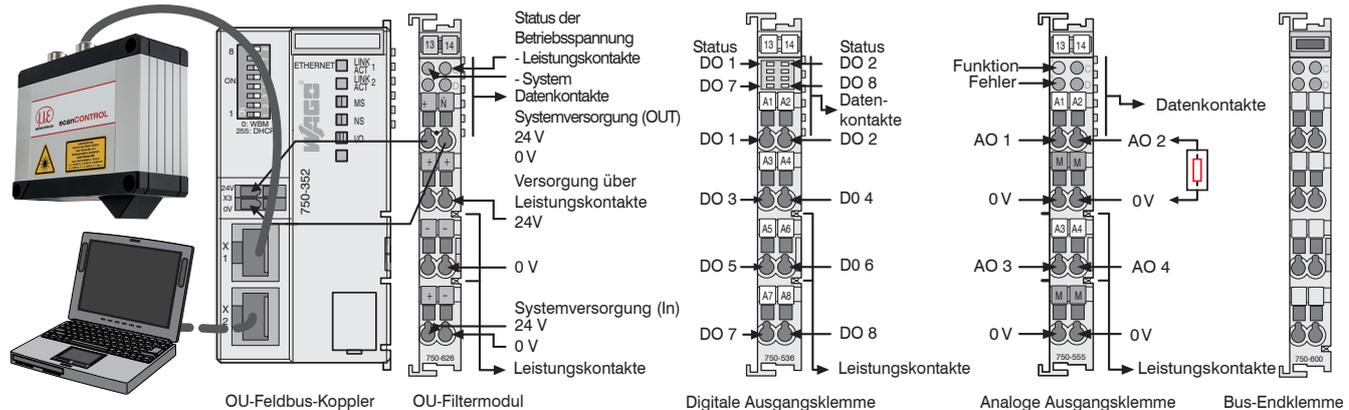

Abb. 38 Beispielkonfiguration Ethernet mit analoger und digitaler Ausgangsklemme
► Schließen Sie den Bus mit der Bus-Endklemme ab, siehe Abb. 38.